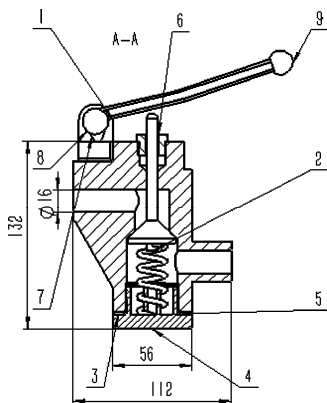
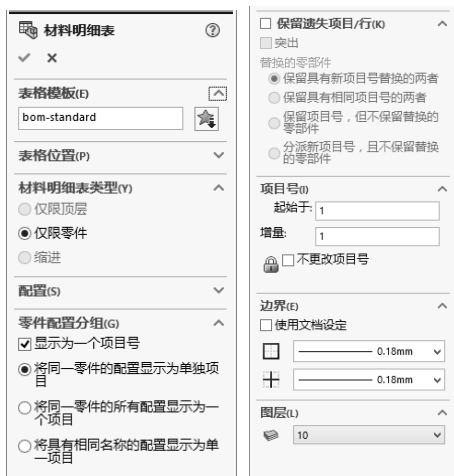

图 12-149 自动生成的零件序号
图 12-150 材料明细表设置框
**02** 零件序号。选择菜单栏中的“插入”→“注解”→“自动零件序号”命令，或者单击“注解”控制面板中的“自动零件序号”按钮，在图形区域分别单击右视图和轴测图将自动生成零件的序号，零件序号会插入到适当的视图中，不会重复。在弹出的属性管理器中可以设置零件序号的布局、样式等，参数设置如图 12-148 所示，生成零件序号的结果如图 12-149 所示。
**01** 生成明细表。选择菜单栏中的“插入”→“表格”→“材料明细表”命令，或者选择“表格”下拉列表中的“材料明细表”按钮，选择刚才创建的右视图，将弹出材料明细表设置对话框，设置如图 12-150 所示。单击属性管理器中的“确定”按钮，在图形区域将出现跟随鼠标的材料明细表表格，在图框的右下角单击确定为定位点。创建明细表后的效果如图 12-149 所示，同时适当调整视图比例。